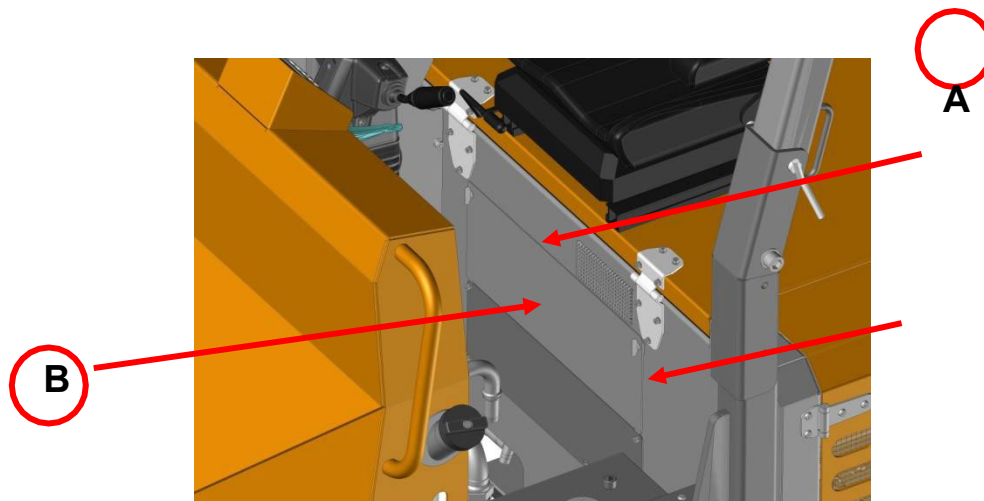

Abbildung 32. Zugangsabdeckung zur Hydraulikpumpe
d. **Zugang zur Hydraulikpumpe:** Um auf die Hydraulikpumpe zuzugreifen, die in Abbildung 32 (A) gezeigte Abdeckung. Wenn Sie mehr Zugang benötigen, verwenden Sie den Inbusschlüssel Nr. 6 und entfernen Sie die in Abbildung 32 gezeigte Abdeckung B. Um Zugang zur Abdeckung B zu erhalten, müssen Sie zuerst das Trittbrett wie im vorherigen Abschnitt gezeigt entfernen.